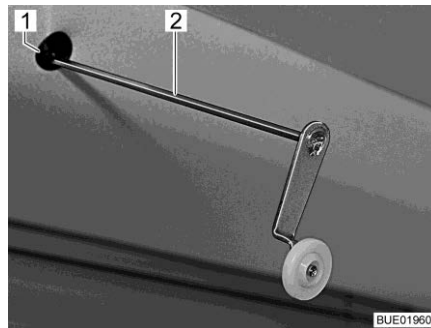

Fig. 140 Manivela para funcionamiento de emergencia
- Insertar la manivela (Fig. 140,2) entregada o una llave Allen en el alojamiento (Fig. 140,1) en el motor. El alojamiento se encuentra en el recorte del panel, arriba a la izquierda de la cama elevada.